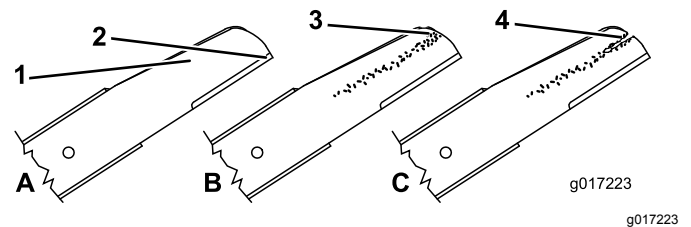

Figura 41
1. Inspeccione los filos de corte (Figura 41). Si los filos de corte no están afilados o tienen muescas, retire las cuchillas y haga que las afilen o cámbielas.
2. Inspeccione las cuchillas, especialmente la parte curva (Figura 41). Si observa cualquier daño o desgaste, o la formación de una ranura en esta zona, cambie la cuchilla inmediatamente por una cuchilla nueva.